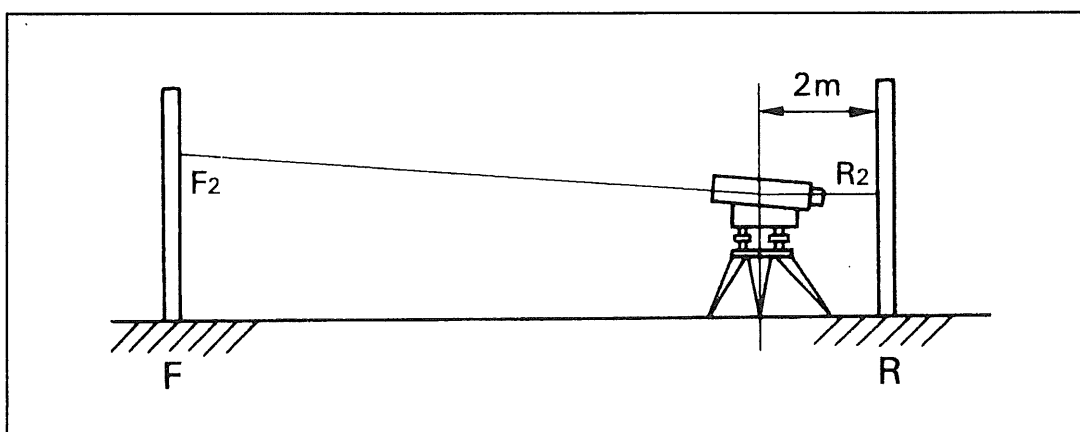

図10
- 3 本機を移動し、一方の標尺から約2mの距離に整置し直し、前後の標尺の視準する点をそれぞれ読み取ります。この読みを F_2 および R_2 とします。(図10)